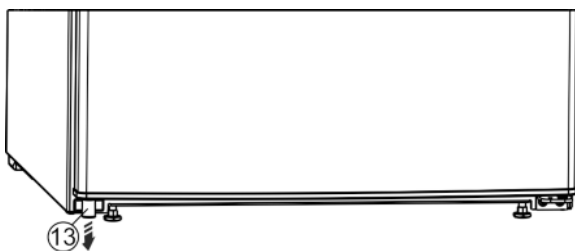

Fig. 5
- Vlevo dole vytáhněte z dveří distanční vložku Fig. 5 (13).